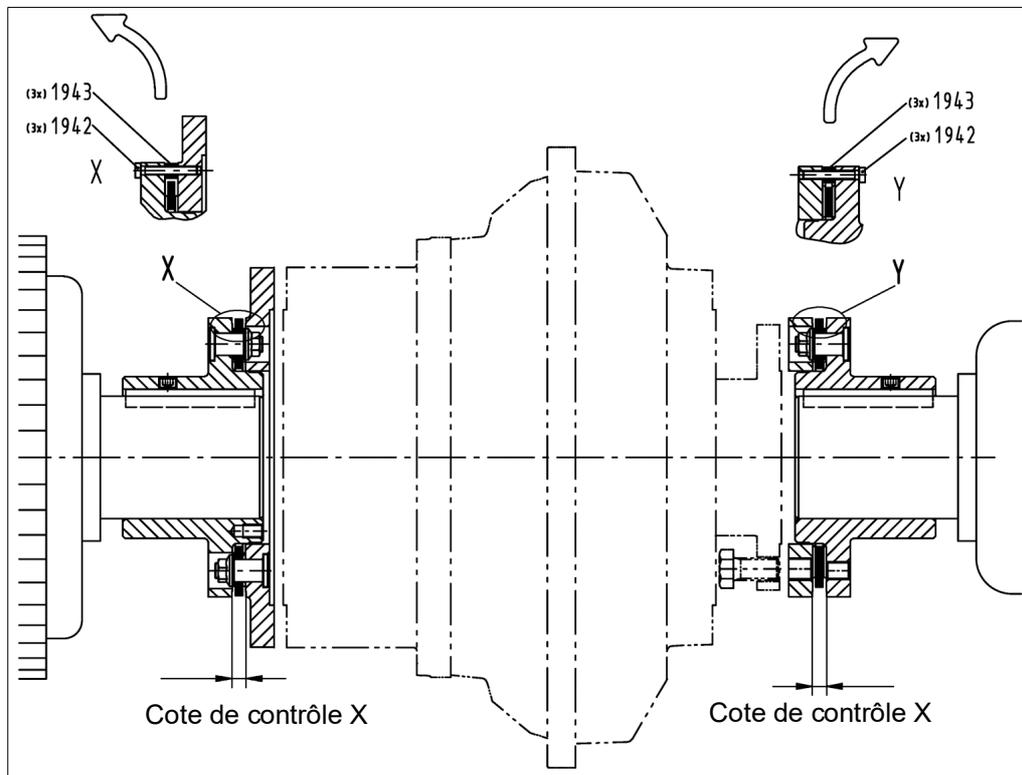
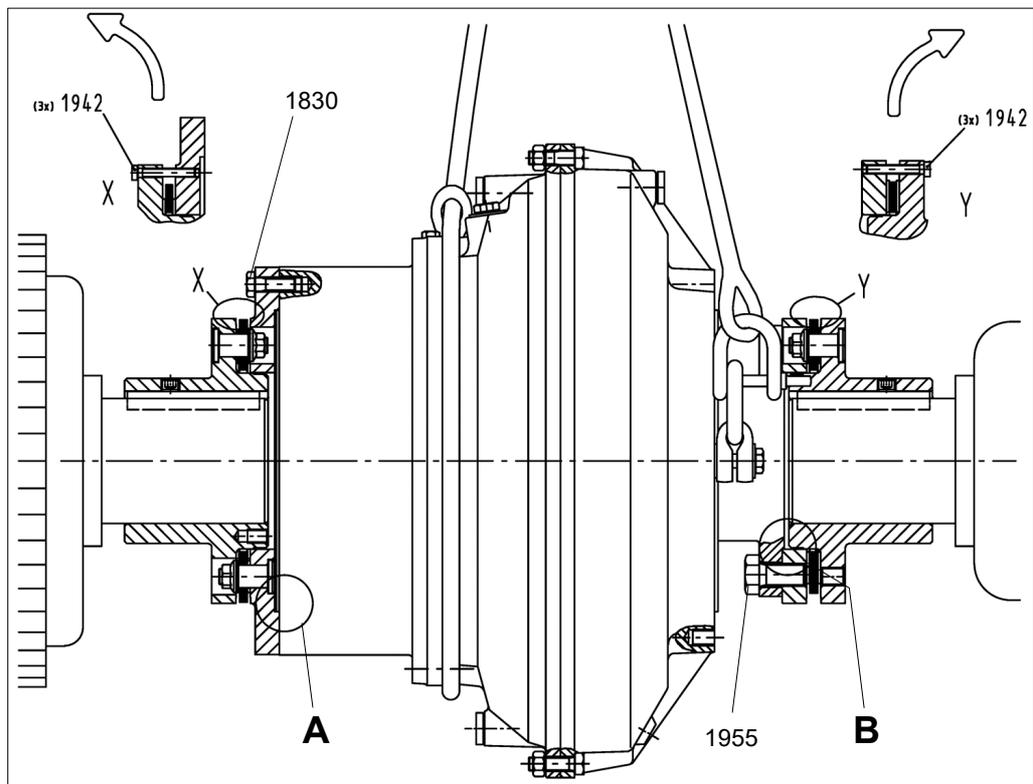
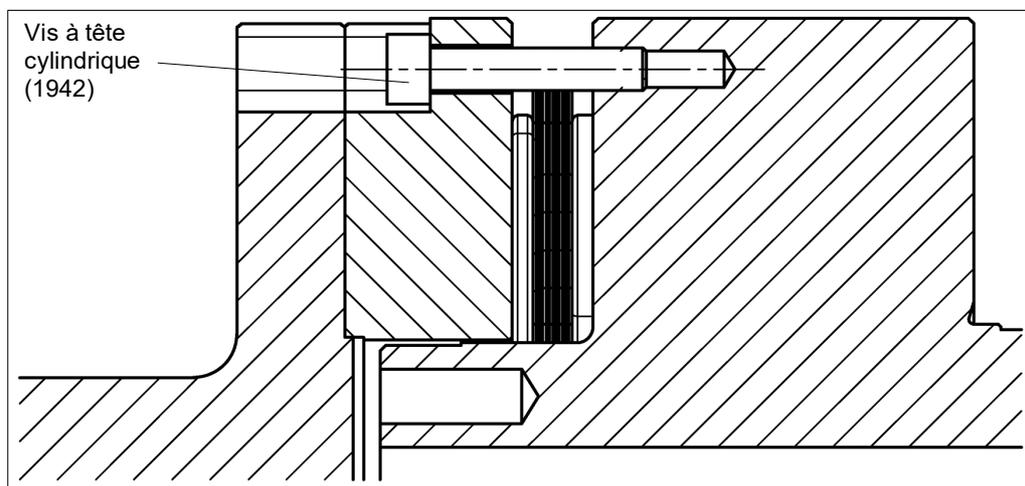

Fig. 32
Fig. 35
Fig. 37
- En cas d'exécution du GPK01 avec tambour / disque de frein, le sens de montage du rep. 1942 côté sortie n'est pas le même que représenté dans la figure 32. Celui-ci est représenté dans la figure 37 et sur le plan de montage.
- En cas d'exécution du GPK01 avec tambour / disque de frein, le sens de montage du rep. 1942 côté sortie n'est pas le même que représenté dans la figure 35. Celui-ci est représenté dans la figure 37 et sur le plan de montage.